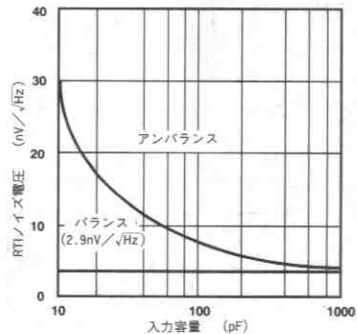

図39. RTIノイズ電圧対入力容量
先に述べたようにAD745の入力に見られるソース・インピーダンス (抵抗性および反応性)のバランスをとることが重要です。抵抗性成分のバランスによってあらゆるバイアス電流誤差の影響が軽減されるため、動作温度範囲においてDC性能が最適化されます。入力容量のバランスは、アンプの入力容量に起因するAC応答誤差が最小となり、図39に示すようにノイズ性能が改善されます。図40は、非反転 (A) および反転 (B) 構成における必要な外付け部品を示しています。